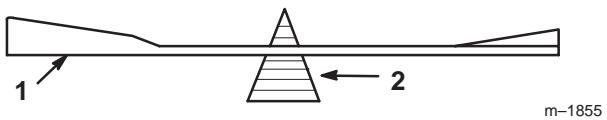
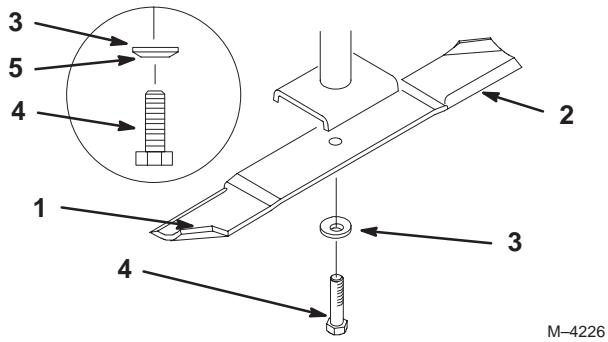

Figure 37
Figure 38
1. Tenez la lame à son extrémité avec un chiffon ou un gant épais. Retirez le boulon, la rondelle élastique et la lame de l'axe de la lame (Fig. 38).
2. Vérifiez l'équilibre de la lame en la plaçant sur un équilibrEUR (Fig. 37). Si la lame reste horizontale, elle est équilibrée et peut être utilisée. Si la lame est déséquilibrée, limez un peu l'extrémité de la partie incurvée seulement (Fig. 38). Répétez la procédure jusqu'à ce que la lame soit équilibrée.
1. Placez la lame sur l'axe (Fig. 38).
2. Installez la rondelle élastique et le boulon de la lame (Fig. 38). **Serrez le boulon de lame à 115–150 Nm (85–110 pieds-livre).**